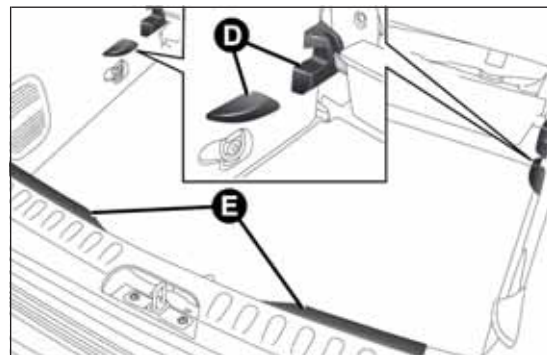

fig. 95
- ☐ successivamente riposizionare correttamente il piano B nelle relative sedi D fig. 95 presenti sui fianchetti laterali e sulla traversa posteriore E.